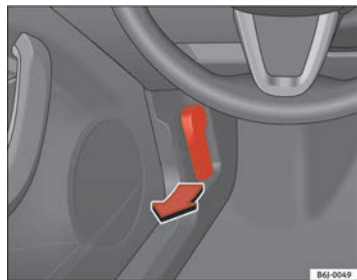

Fig. 115 Leva apertura cofano motore
- Tirare la leva situata sotto il cruscotto ⇒ **fig. 115** nella direzione indicata dalla freccia. Il cofano si sblocca sotto la spinta di una molla ⇒ .